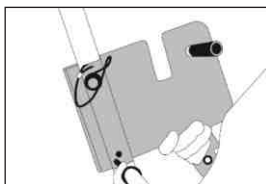

Bild. 1
- 2) Fixera med hjälp av 2 indexeringshållstift (för tillfällig installation) eller med hjälp av skruvar som ingår i satsen (för permanent installation) som glider ned i/skrivas i benets justeringshål (fig. 1). Fästplattan ligger utanför stativet och den svarta skruven skall placeras på fästplattans nedre del.